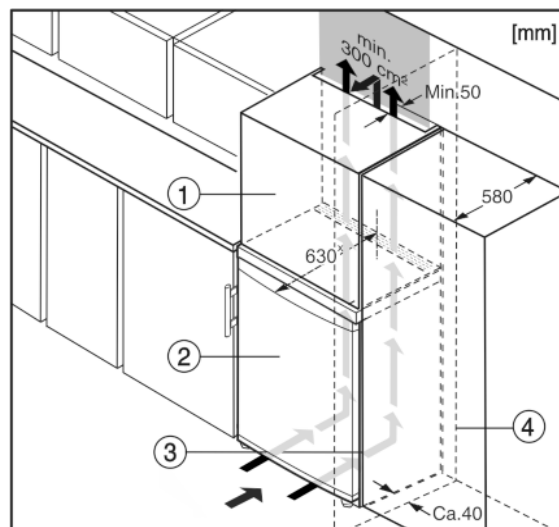

Fig. 10
Устройство может быть окружено кухонными шкафами. Чтобы уравнивать устройство Fig. 10 (2) по высоте с кухонной стенкой, можно установить над устройством дополнительный шкафчик Fig. 10 (1).
При комбинировании с кухонными шкафами (глубина макс. 580 мм) устройство можно установить непосредственно рядом с кухонным шкафом Fig. 10 (3). Устройство выступает сбоку на 34 мм* и по центру на 50 мм* относительно передней стенки кухонного шкафа.
Если устройство установлено на шарнирах у стены Fig. 10 (4), то расстояние между устройством и стеной должно быть не менее 40 мм. Настольно выступает ручка при открытой дверце.